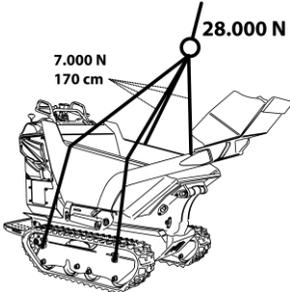

fig. 44 – Points d'ancrage pour le levage
- Fixez les engins de levage exclusivement aux points d'ancrage prévus par le fabricant (fig. 44) ;